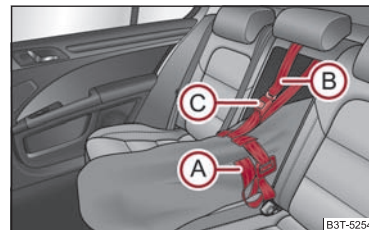

Fig. 31 Fissaggio della sacca per carichi passanti
- Fissare il nastro di trazione ① ⇒ fig. 31 intorno all'estremità libera degli sci.
- Far passare il nastro di fissaggio ② attraverso l'apertura dello schienale intorno alla parte superiore dello schienale.
- Infilare il nastro di fissaggio ③ nella serratura ④ finché non scatta in posizione.